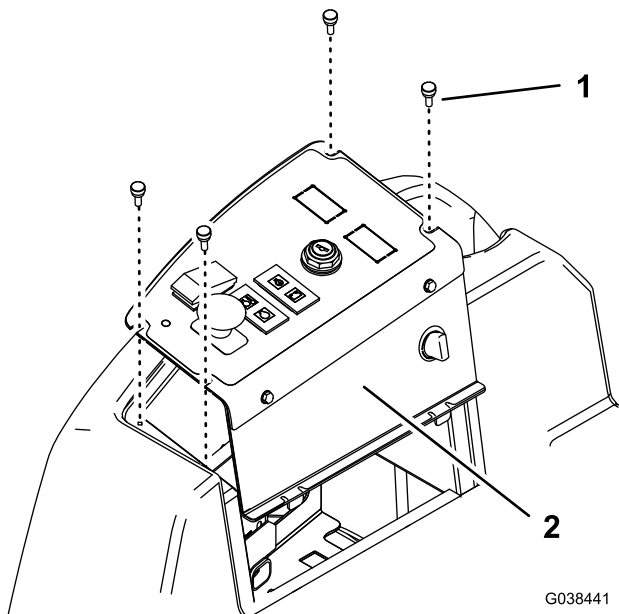

Figura 10
1. Para os modelos Groundsmaster 3280 e 3320, retire os quatro parafusos recartilhados que prendem o painel de controlo e coloque o painel de controlo de lado (Figura 10).